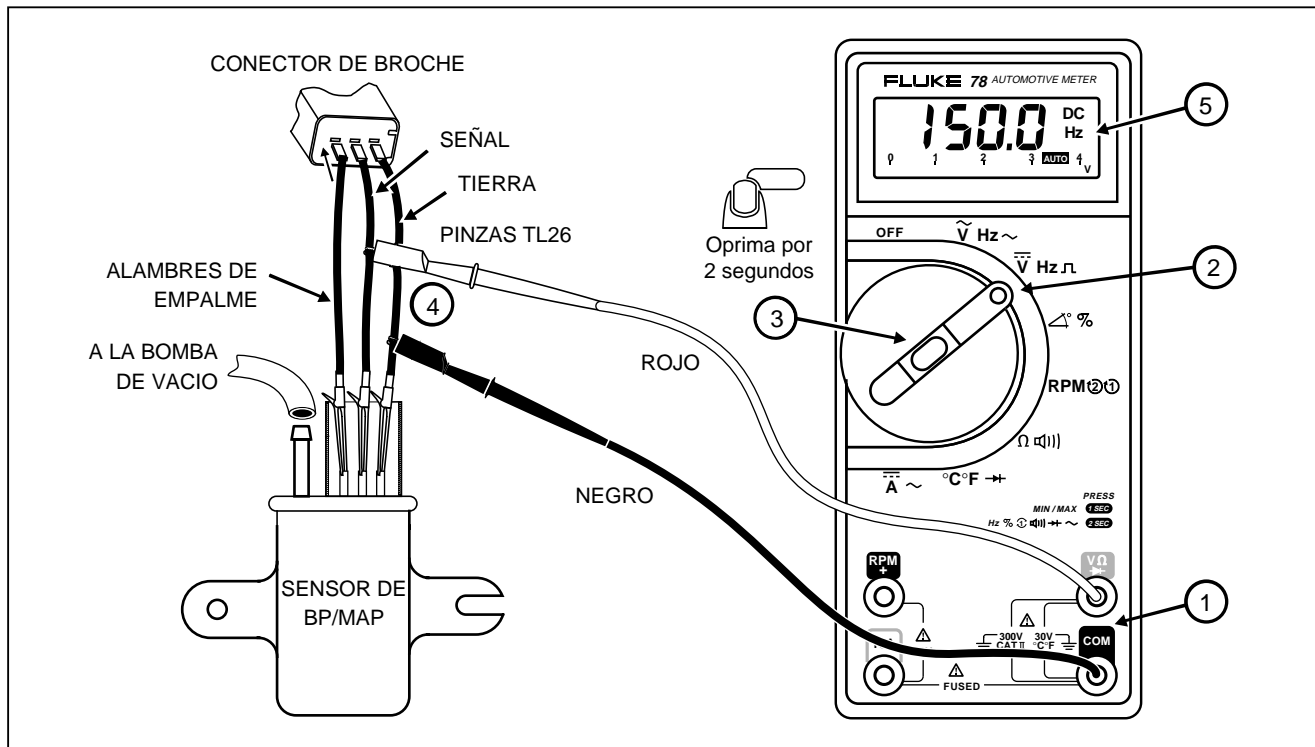

Figura 11. Comprobación de Sensores de Presión Barométrica/Presión Absoluta del Múltiple de Admisión
1. Inserte las puntas de prueba en las terminales (figura 11).